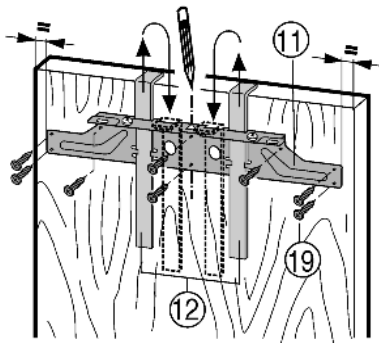

Fig. 14
- ▶ Sospendere la traversa di montaggio Fig. 14 (11) sul lato interno dell'anta del mobile servendosi degli attrezzi di montaggio Fig. 14 (12).
- ▶ Centrare la traversa di fissaggio Fig. 14 (11): disegnare sull'anta del mobile una lineetta al centro dell'anta e farvi coincidere la punta della freccia della traversa.
- ▶ Fissare la traversa di fissaggio Fig. 14 (11) con almeno 6 viti Fig. 14 (19).
- ▶ Fissare la traversa di fissaggio Fig. 14 (11) con 4 viti Fig. 14 (19) sul bordo.
- ▶ Estrarre gli attrezzi di montaggio Fig. 14 (12) verso l'alto e inserirli capovolti nelle aperture adiacenti.